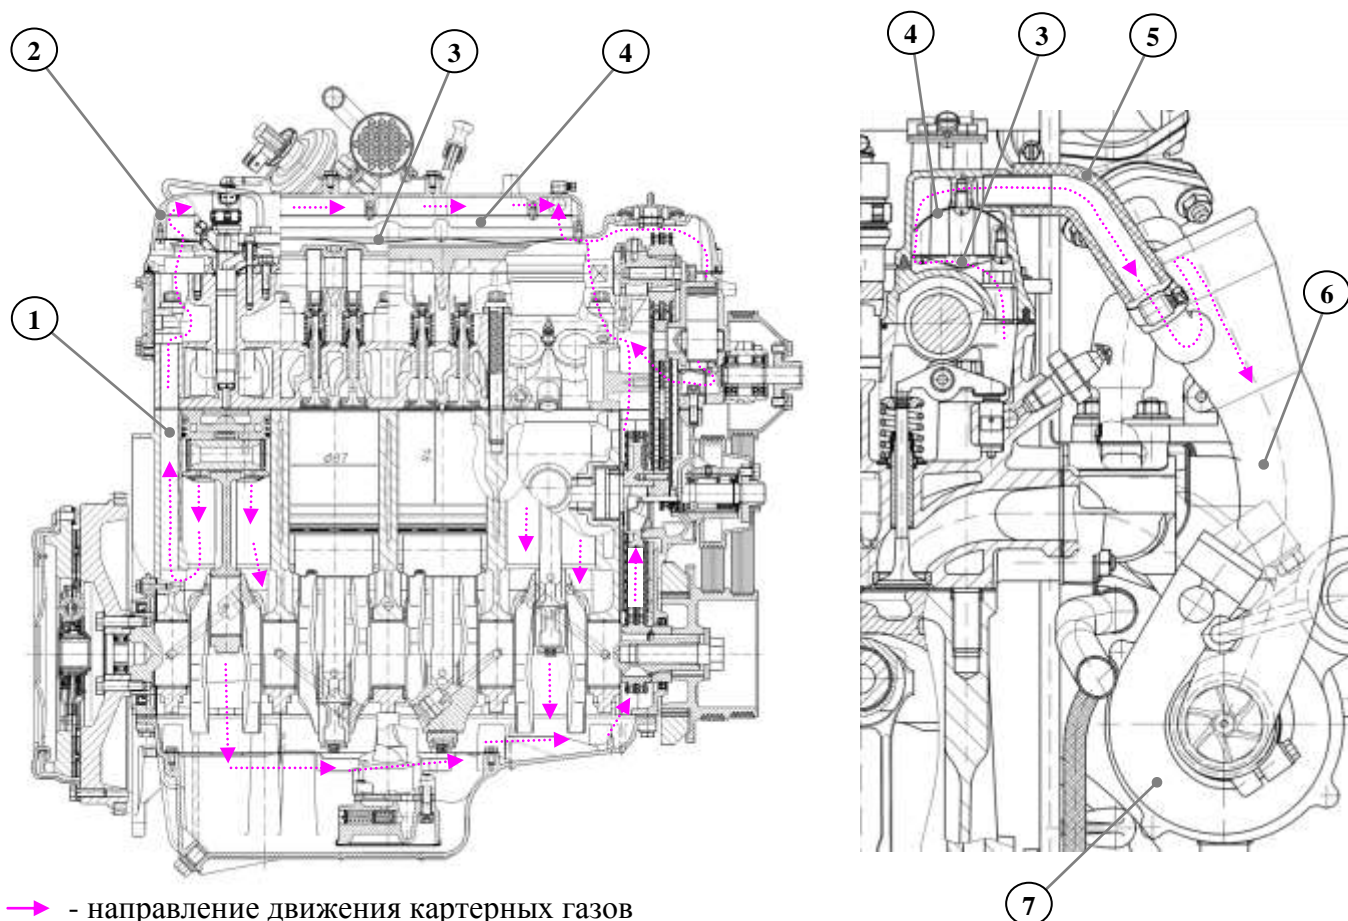

Рис. 37. Система вентиляции картера:
**Система вентиляции картера** (рис. 37) – закрытого типа, действующая за счёт разрежения во впускной системе. Маслоотражатель 4, закреплённый на крышке клапанов 2, делит пространство в крышке клапанов, закрытое крышкой маслоотделителя 3 на две зоны: нижнюю, содержащую смесь масляного тумана и картерных газов, и верхнюю, где преобладают осушенные картерные газы.